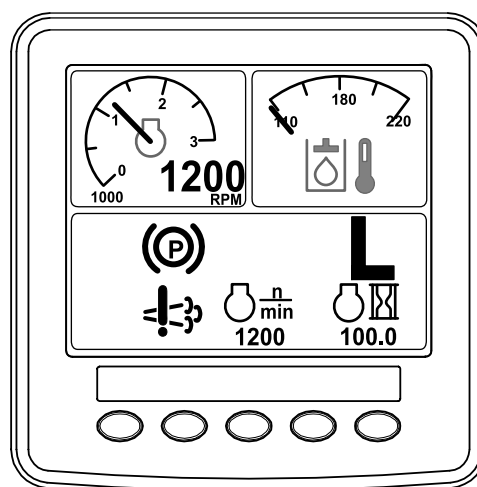

Figure 64
- L'icône de régénération d'urgence s'affiche sur l'InfoCenter (Figure 64).